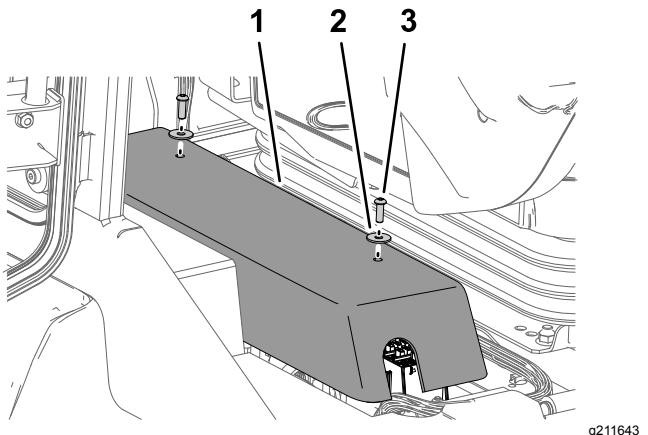

Figure 51
1. Retirez les 2 boulons à tête creuse (1/4 x 3/4 po) et les 2 rondelles (1/4 po) qui fixent le couvercle du contrôleur de la centrale d'alimentation au support de relais, et déposez le couvercle (Figure 51).
- Fixez le couvercle du contrôleur au support de relais à l'aide des 2 boulons à tête creuse (1/4 x 3/4 po) et des 2 rondelles (1/4 po) que vous avez retirés à l'opération 1 (Figure 51).